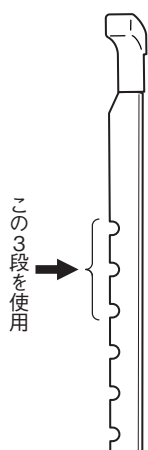

図 3-46
5. 耕深調節棒を上から3段の位置にします。（図 3-46）